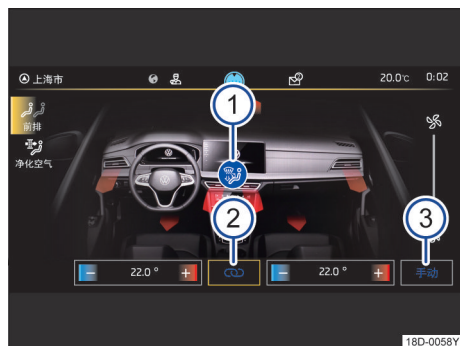

图 127 信息娱乐系统中的全自动空调
- 可设置气流分配→图 127❶
- 点击该按钮可激活前排风同步调节→图 127❷
- 可设置空调的自动或手动模式→图 127❸